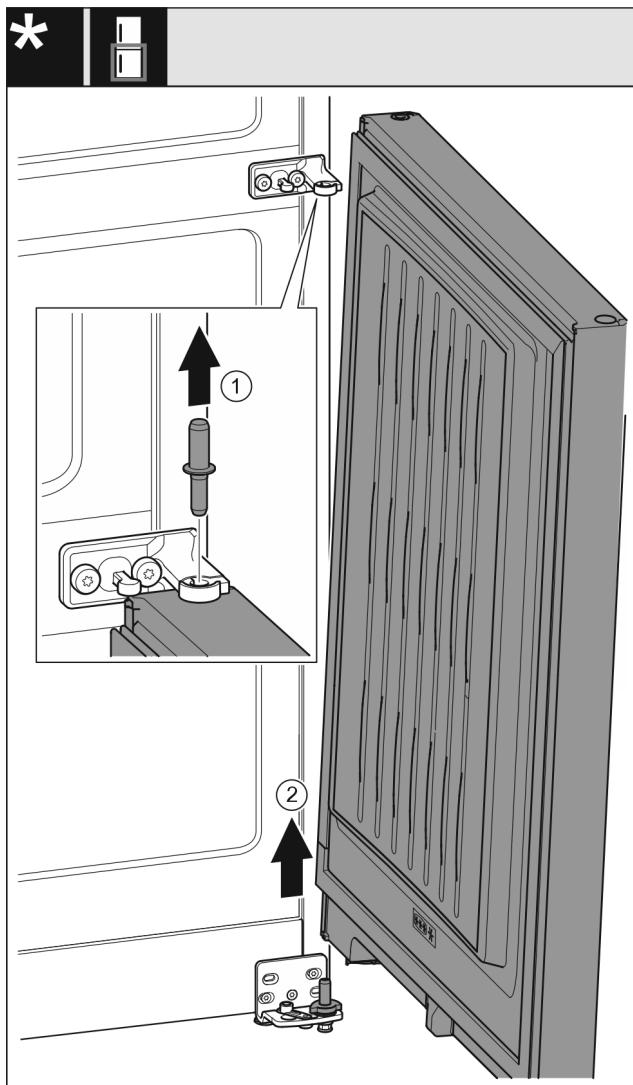

Fig. 8
- ▶ Издърпайте болта нагоре. *Fig. 8 (1)*
- ▶ Завъртете навън вратата, издърпайте я нагоре и я сложете настриани. *Fig. 8 (2)*